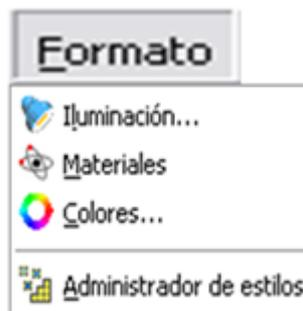

Figura 6. Características del entorno.
- **Formato:** Las características de iluminación y de los colores del entorno de trabajo pueden ser personalizadas. En el apartado de materiales hay la posibilidad de crear una biblioteca de materiales y guardar en ellas datos como: densidad, límites de elasticidad, etc. En este caso, el Administrador de Estilo es el que permite guardar estas modificaciones, en iluminación, colores y materiales; definiendo distintos perfiles que serán cargados posteriormente a gusto del usuario, como se muestra en la figura 6.